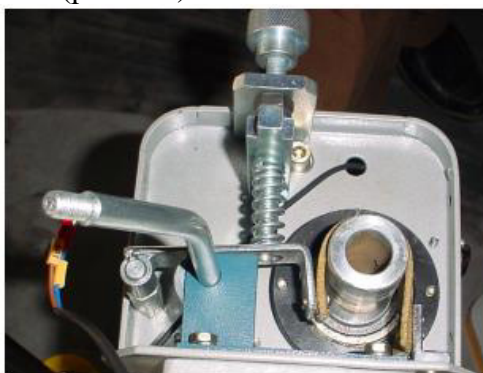

Рис. 5-4
3.2 Если машина относится к типу анти-стретч и настройка тормоза нарушены или ухудшилось, пожалуйста, проверьте, треугольный резиновый лоскуток резины не износился. Если он износился, замените его (рис. 5-4).